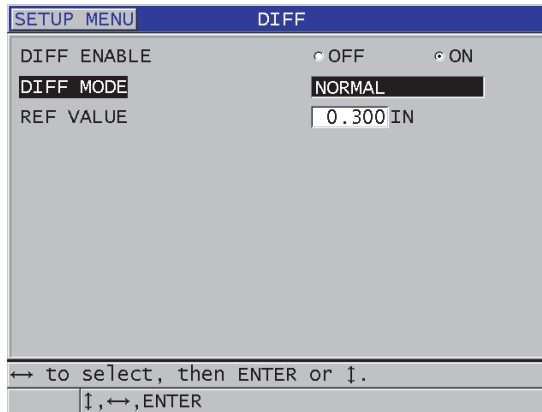

Figura 8-2 Pantalla DIF. (DIFF)
3. En la pantalla **DIF.** (ver Figura 8-2 en la página 141):